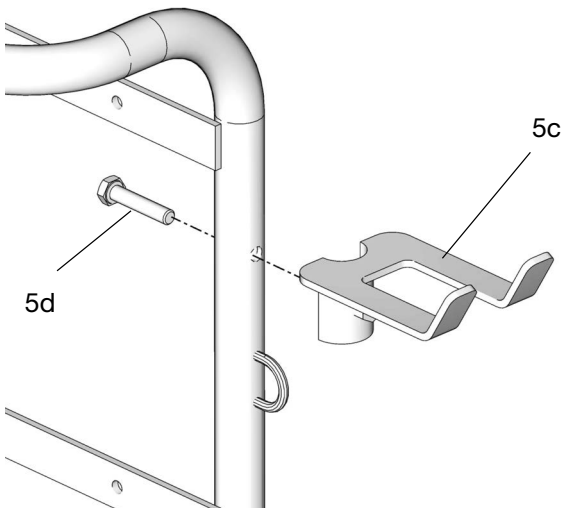

FIG. 32
4. Con un tornillo, instale el soporte (5c) del medidor en el bastidor del manillar (5d) (FIG. 32).